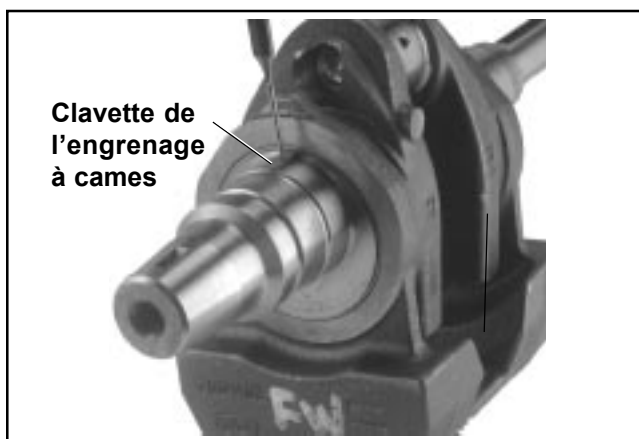

Figure 10-13. Installation de la clavette de l'engrenage à cames.
- d. Installer prudemment la clavette de l'engrenage à cames dans la rainure à clavette. Voir la Figure 10-13.